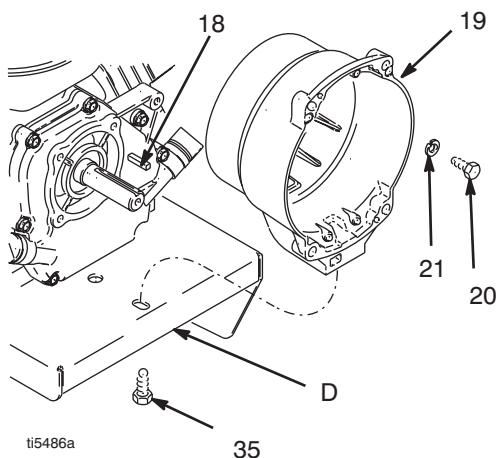

图 11
1. 图 11. 卸下将离合器外罩 (19) 固定到发动机上的四个螺钉 (20) 和防松垫圈 (21)。
2. 从安装板 (D) 下面卸下螺钉 (35)。
3. 把离合器外罩 (19) 拉出。
1. 图 11. 推动离合器外罩 (19)，使其就位。
2. 装上四个螺钉 (20) 和防松垫圈 (21)，将离合器外罩 (19) 固定到发动机上。用 200 磅英寸 (22.6 Nm) 的扭力拧紧。
3. 从安装板 (D) 下面装上螺钉 (35)。用 26 磅英尺 (35.2 Nm) 的扭力拧紧。